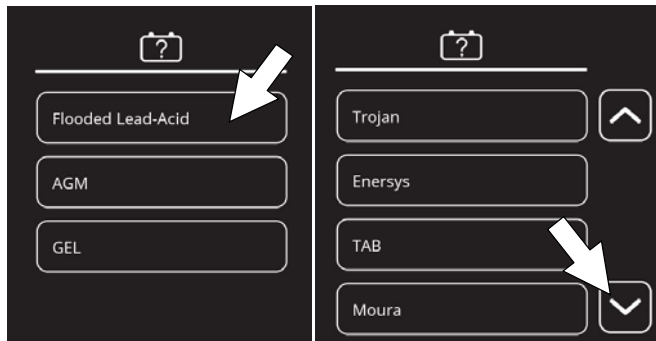

ABB. 127
4. Wählen Sie den Batterietyp und die Marke aus, die in der Maschine installiert sind (Abbildung 127). Siehe Batterieaufkleber zur Bestimmung von Typ und Marke. Drücken Sie die Pfeile nach oben und unten, um durch die Batterieauswahl zu navigieren.